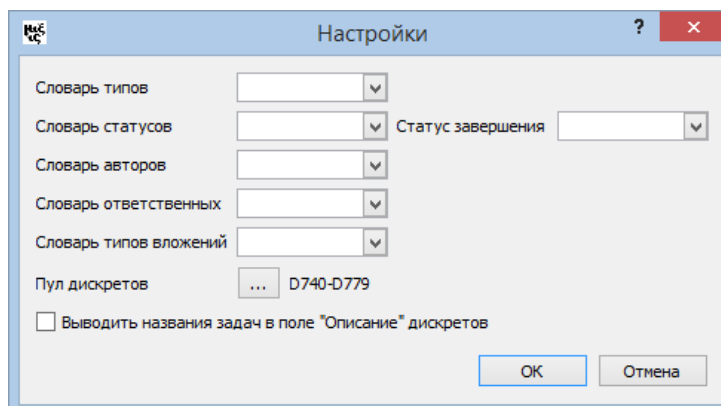

Рис.11 – Настройки программы
4.1. Вызов окна редактирования настроек осуществляется посредством выбора пункта главного меню Настройки. Окно редактирования настроек представлено на рис.11.